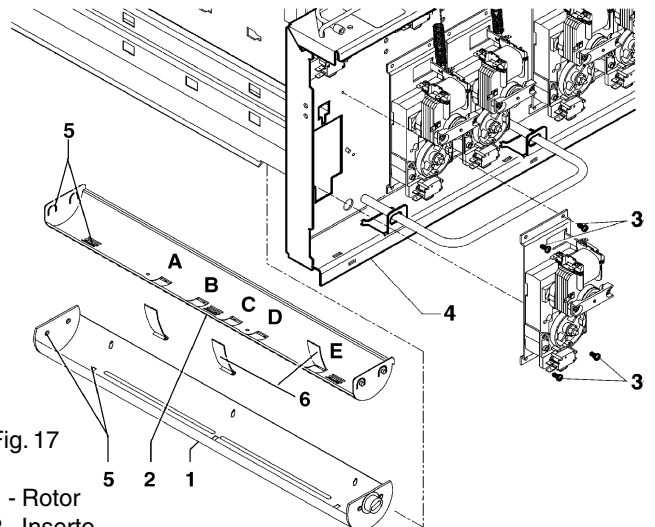

Fig. 17
- para predisponer el rotor a la distribución de cuatro filas de latas es necesario introducir tres láminas antirrobo en los correspondientes huecos (ver la fig. 17). Las láminas impiden a las laminillas moverse en el rotor cuando éste está descargado parcialmente. Las láminas se deben introducir en los huecos B-D-E para las latas de 250 cc y en los huecos A-C-E para las latas de 330 y de 355 cc.